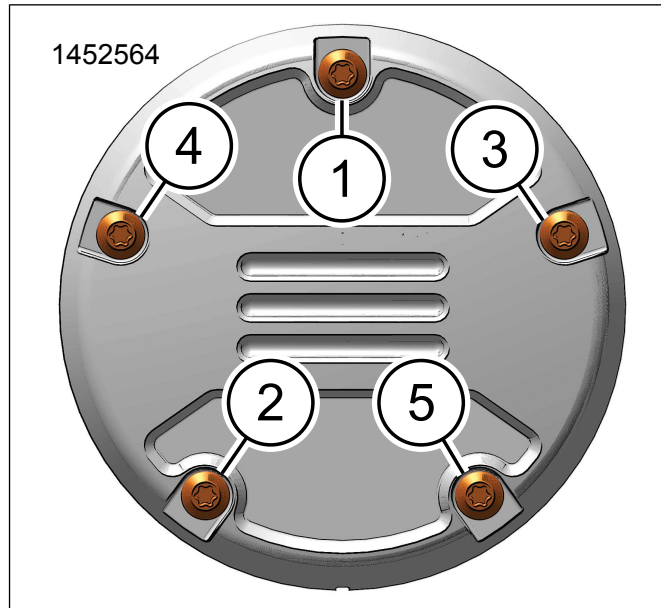

Figure 2. Séquence de serrage (typique)
3. Voir la figure 2. Serrer les vis en procédant en étoile. Serrer.